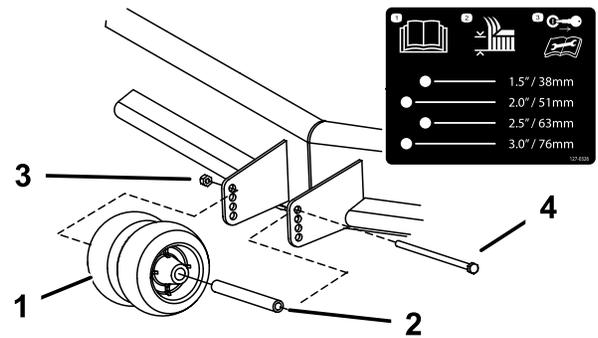

Bild 14
2. Stellen Sie die Antiskalpierrollen ein, wie in Bild 14 abgebildet.